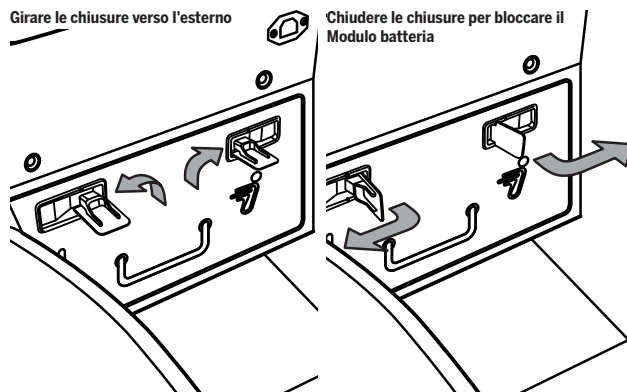

Figura 36: Girare e chiudere le chiusure del modulo batteria
4. Girare le chiusure e piegarle (**Figura 36**) per bloccare il modulo batteria.